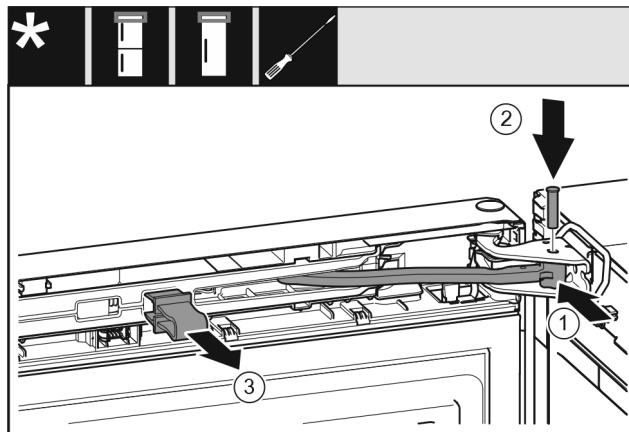

Fig. 21
- ▶ Pasukite lankstą atraminėje gembėje. Fig. 21 (1)
- ▶ Varžtą įstatykite į atraminę gembę ir lankstą. Atkreipkite dėmesį į tai, kad fiksavimo kumštelis būtų griovelyje tinkamoje padėtyje. Fig. 21 (2)
- ▶ Nuimkite fiksatorių. Fig. 21 (3)